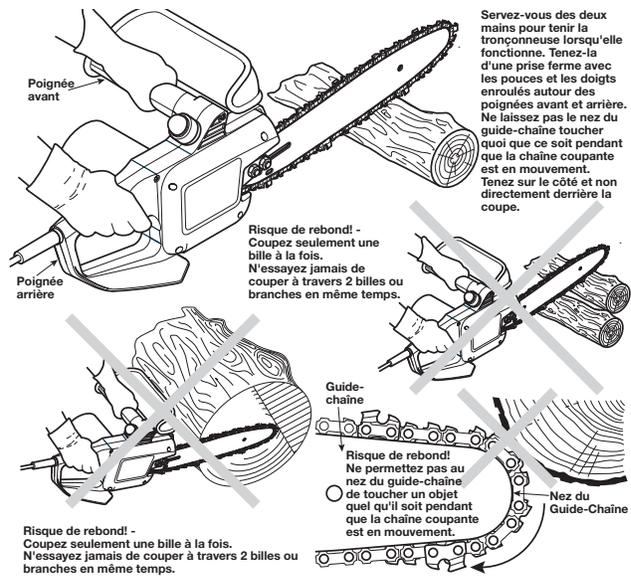

Fig. 1 Utilisation correcte de la tronçonneuse pour éviter les rebonds
- Un **rebond rotatif** peut se produire lorsque l'extrémité supérieure du guide-chaîne heurte un objet alors que la chaîne est en mouvement (Fig. 1). La chaîne peut en conséquence s'enfoncer dans l'objet et s'arrêter momentanément de tourner. Le guide-chaîne est alors propulsé vers le haut à toute vitesse et se retourne vers l'utilisateur dans un mouvement inverse ultra-rapide.